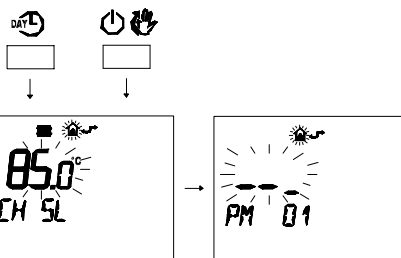

Figura 8.11
- Premere contemporaneamente i pulsanti  e  per entrare nella programmazione trasparente (Figura 8.11).